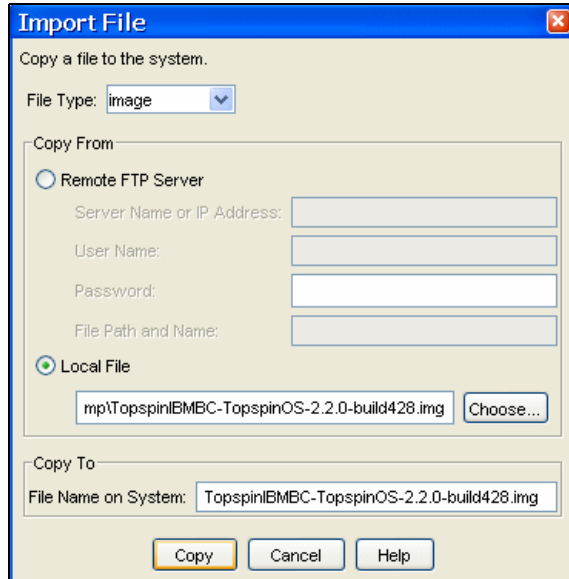

図 7-19 Import File
3. 「Import」をクリックして、BladeCenter スイッチにインストールするファイルを、FTP サーバーまたはローカル・システムからインポートする。これで、図 7-19 のようなウィンドウが開きます。